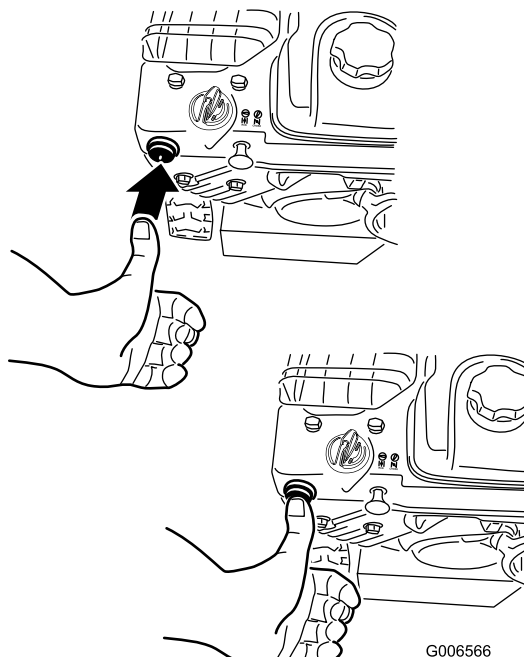

Рисунок 26
4. Энергично нажмите большим пальцем кнопку заливочного насоса два раза (при температурах -9°C и выше) или четыре раза (при температурах ниже -9°C), каждый раз удерживая кнопку в течение секунды перед отпусканием (Рисунок 26).